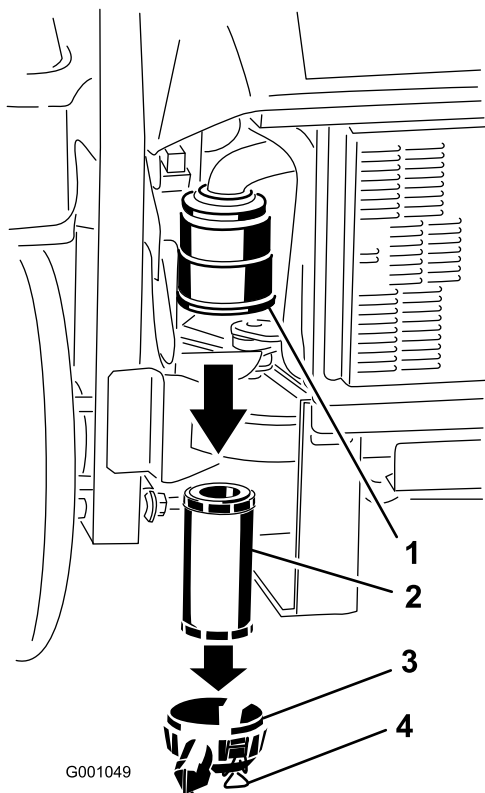

Figure 39
3. Ouvrez les verrous du filtre à air et séparez le couvercle du corps du filtre (Figure 39).
5. Sortez l'élément filtrant du corps du filtre avec précaution (Figure 39). Évitez de cogner l'élément à l'intérieur du corps.